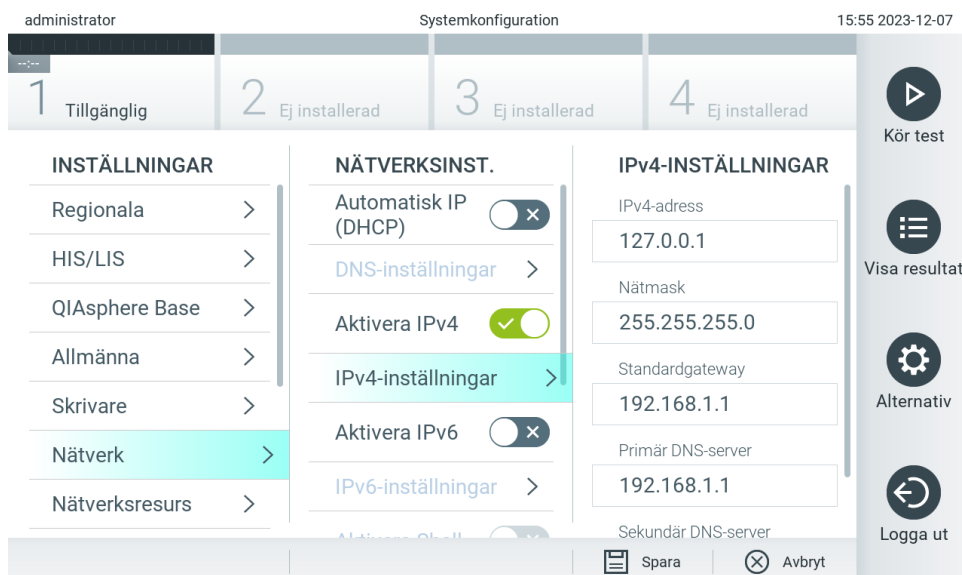

Bild 67. Konfigurera nätverksinställningarna.
2. Välj **Network** (Nätverk) från inställningslistan i den vänstra kolumnen (bild 67).